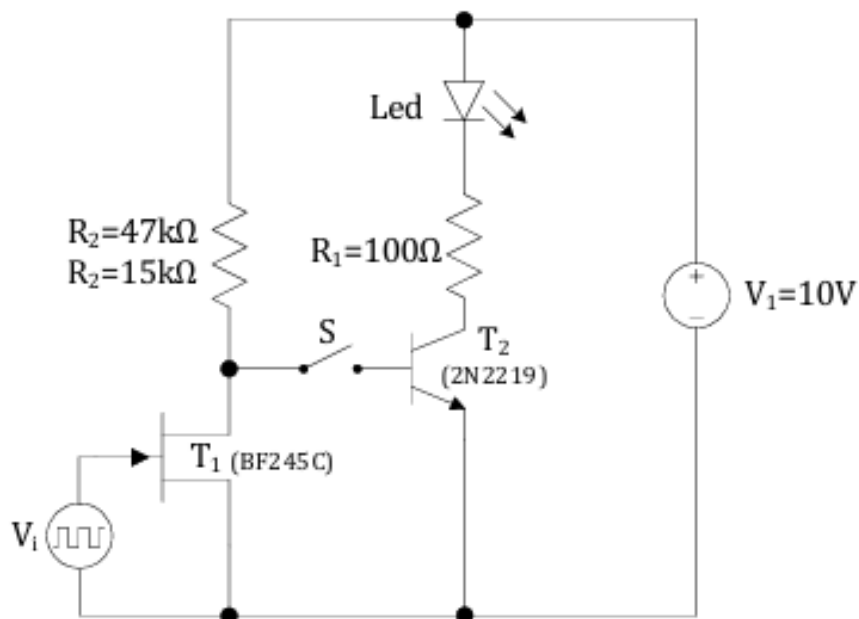

Figura 1 - Esquema da montagem
4.1 - Explique o princípio de funcionamento do circuito da Figura 1.
O circuito da Figura 1 tem como função ligar um Led através de dois transístores, um TBJ (junção bipolar), que é controlado por corrente, e um JFET (efeito de campo), que é controlado por tensão.